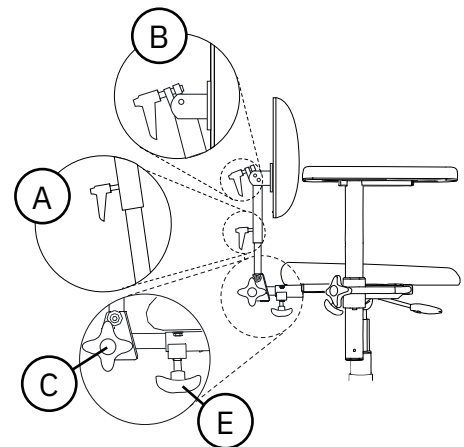

Abb. 5.28. Rückenlehnenmechanismus Medic.
Bei der Medic-Ausführung können die Höhe (A), der Winkel der Rückenlehne (B), der Winkel der Rückenlehnenfunktion (C) und die Tiefe eingestellt werden, siehe Abb. 5.28. Die Rückenlehnenfunktion erlaubt eine Neigung der Rückenlehne von bis zu 15° nach vorn und 45° nach hinten.